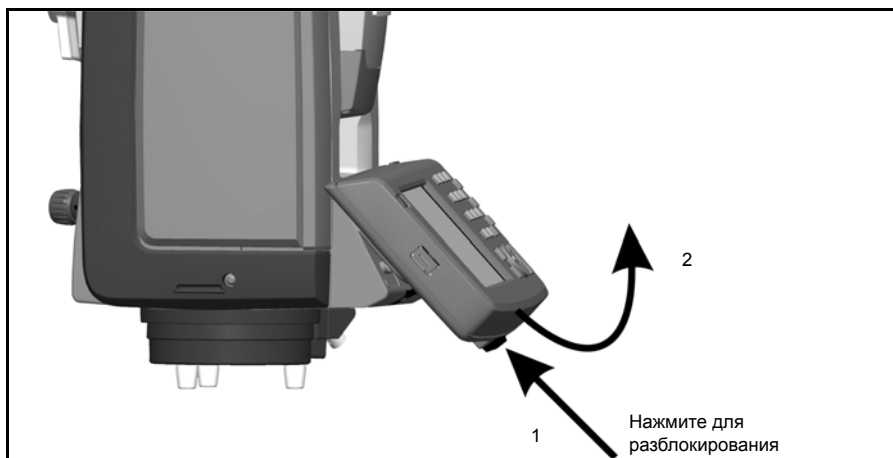

Рис. 4.37. Отсоединение контроллера Trimble CU
1. Нажмите кнопку блокировки в нижней части контроллера Trimble CU, Рис. 4.37 (1)
2. Снимите нижнюю часть контроллера Trimble CU с инструмента, Рис. 4.37 (2)